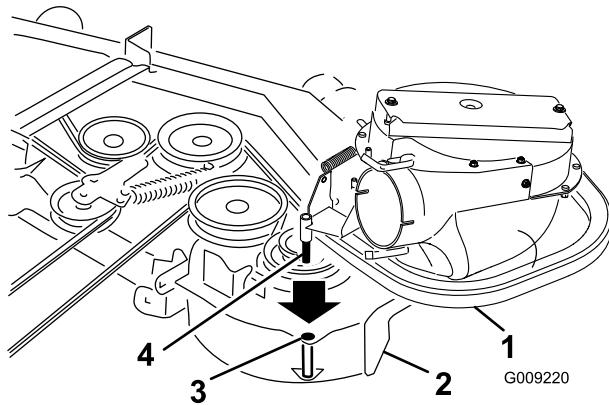
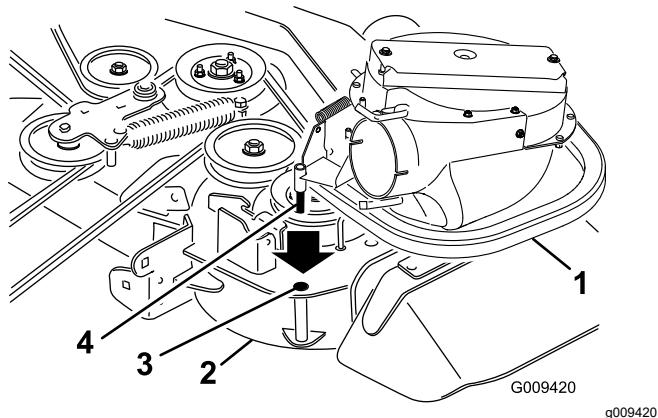

Figura 18
Figura 17
- Introduzca la clavija del soplador en el taladro del pivot (Figura 17 o Figura 18).